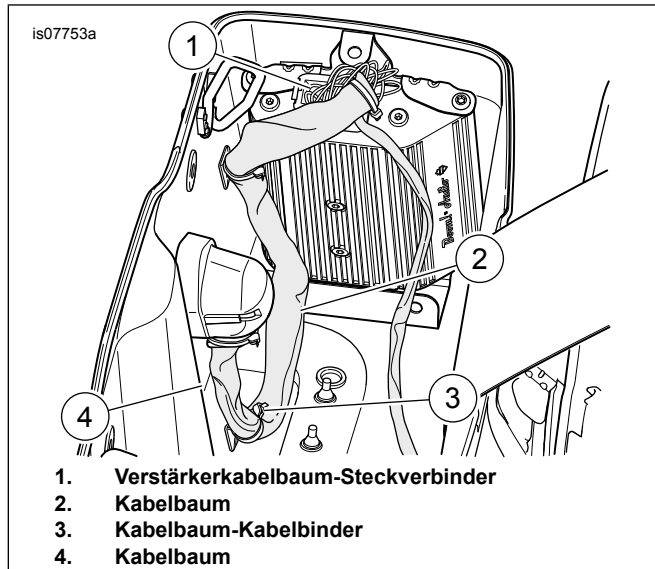

Abbildung 9. Innere Kabelbaumverlegung
15. Siehe Abbildung 9. Steckverbinder [149] des Satteltaschenkabelbaums an der Oberseite des Verstärkers anschließen. Die Satteltaschenseite des Kabelbaums im Innern der linken Satteltasche verlegen. Die unteren und seitlichen Innenflächen der Satteltasche entlang der Kabelbaumführung mit einer 1:1-Mischung aus Isopropylalkohol und destilliertem Wasser reinigen. Wie dargestellt mit Kabelbindern und Sockelleisten sichern.